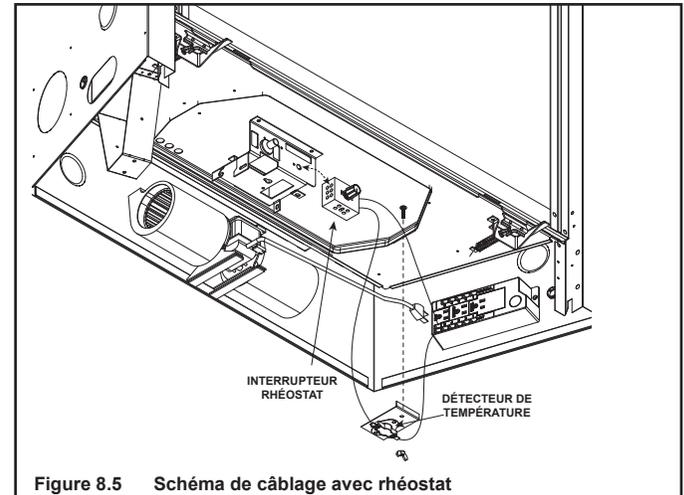

Figure 8.5 Schéma de câblage avec rhéostat
Si le ventilateur n'est pas installé pour fonctionner avec un interrupteur mural, le détecteur de température devra être installé. Voir la figure 8.5. pour l'emplacement du détecteur de température et le contrôle du ventilateur.
- Installez un rhéostat à l'emplacement indiqué à la figure 8.5.